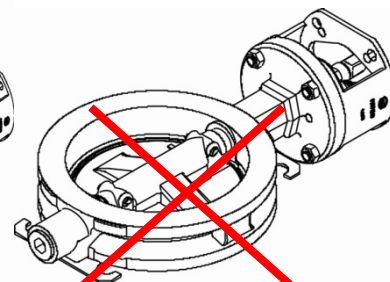

Рис. 4
- *Только тип -КОВ (затвор с незакрепленным кольцом седла):* Транспортировка в горизонтальном положении с обращенным вниз диском затвора, как на рис. 4, не допускается